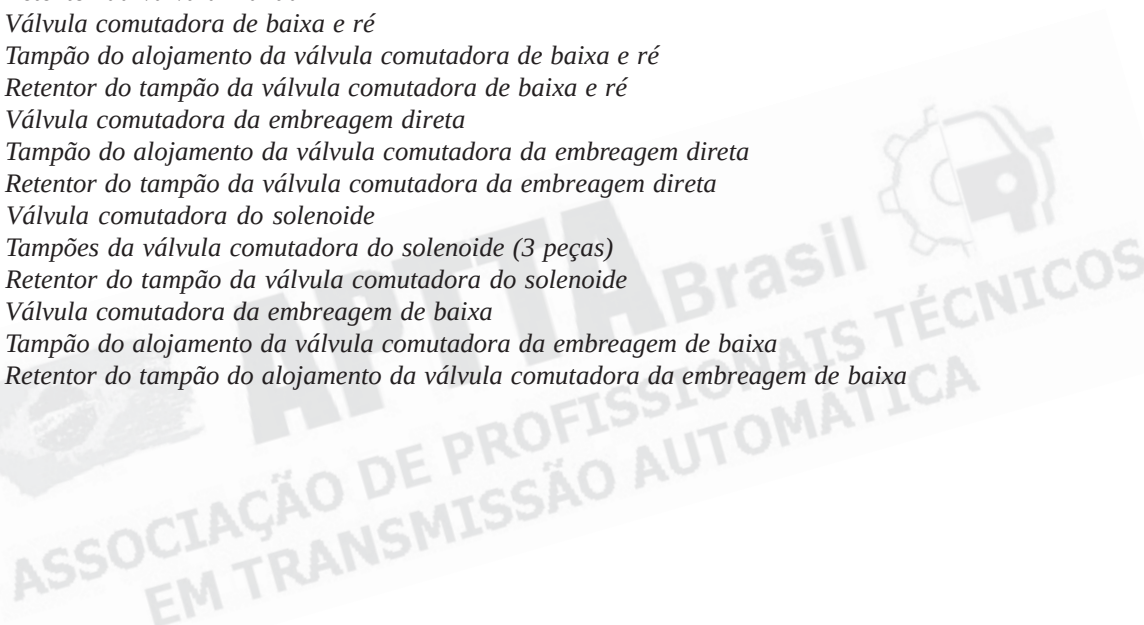

Figura 215
20. **NÃO REMOVA** os seis parafusos no topo do corpo de solenóides (Veja figura 215).